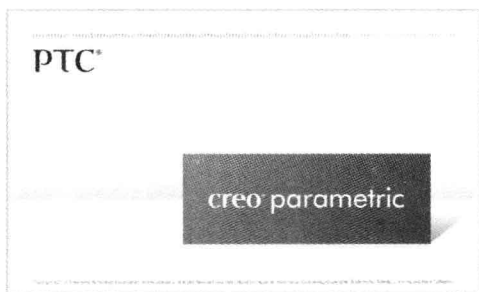

图 1-1 欢迎界面
Step 01 在桌面上双击 Creo Parametric 2.0 图标, 启动 Creo Parametric 2.0, 出现欢迎界面, 如图 1-1 所示。